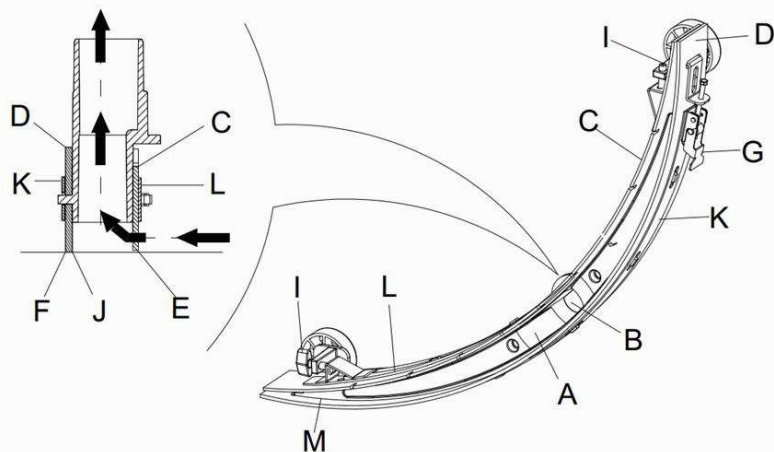

Рисунок 10
2. Нажмите кнопку включения питания (38) и установите позицию “О”, для отключения устройства.
3. Отвинтите фиксированной ручкой (16) щетки; снимите разъем подключения трубки Восстановительного Вакуума и снимите щетку.
4. Используйте ручку для подъема швабры (14).
5. Очистите щетку (**Рисунок 10**). Очистите пазы (**А, Рисунок 10**) и остатки грязи с вакуумной трубки. Убедитесь, что переднее лезвие швабры (С) и заднее лезвие швабры (D) целы, и проверьте на наличие сколов и трещин. При необходимости измените их (см. шаги в следующем разделе).
1. После методов, показанных в предыдущем разделе, очистите щетку (**Рисунок 10**)
2. Проверьте края (**Е, Рисунок 10**) лезвие передней щетки (F) и части лезвий задней щетки (D). Они должны быть на примерно одинаковом уровне по всей длине. В противном случае, отрегулируйте их длину посредством следующей процедуры:
- Ослабьте зажим (G), чтобы задняя щетка (D) отделилась от кронштейна (M) для регулировки положения щетки. После регулировки вновь зафиксируйте зажим.
- Ослабьте винт на ручке (I) для регулировки передних лезвий швабры (C); после регулировки затяните винт вновь.
3. Проверьте, если переднее лезвие щетки (C) и заднее лезвие щетки (D) на предмет наличия сколов и трещин. При необходимости, измените их в соответствии со следующими способами. Проверьте передний край задней щетки (J) на изношенность. Если он изношен, его можно установить задним краем, т.е наоборот (если он не поврежден). Если задний край также изношен, измените его, следуя приведенному ниже:
- Ослабьте зажим (G), чтобы лезвие отделилось от кронштейна (M), снять зажим (K), а затем измените или переверните лезвие (D) наоборот. Установите на задней щетке в обратном порядке.
- Ослабьте винт на ручке (I) и снимите передний зажим (L), а затем замените переднюю щетку(C).